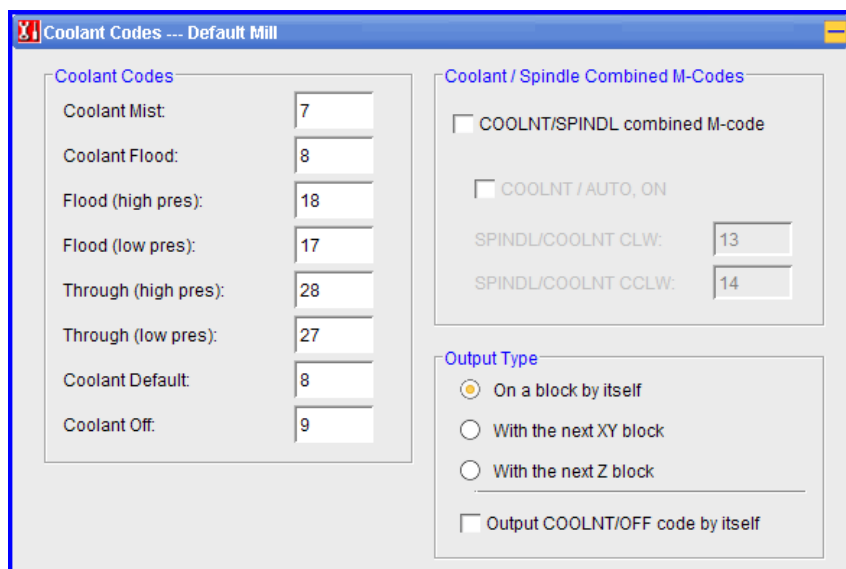

图 9.2.27 “Coolant Codes”对话框
- **Coolant** : 切削液。单击此按钮，其页面显示如图 9.2.27 所示。